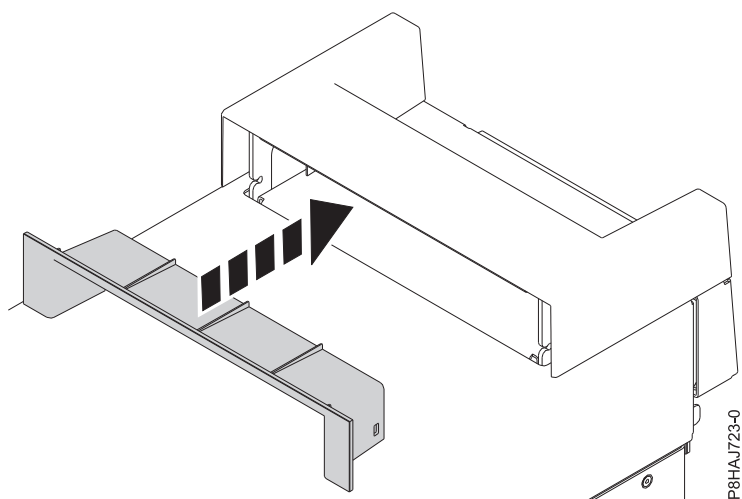

図 24. 8286-41A スタンドアロン・システムのハンドル・カバー内の断片の差し込み
2. ハンドル・カバーの断片をしっかりとハンドル・カバーに押し込んで、断片をハンドル・カバー内に差し込みます (46 ページの図 24 を参照)。